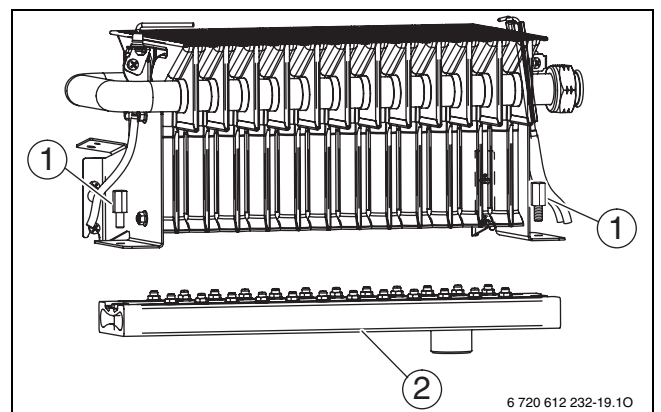

Bild 43
- Schrauben [1] lösen und Düsenstock [2] abnehmen (→ Bild 43).